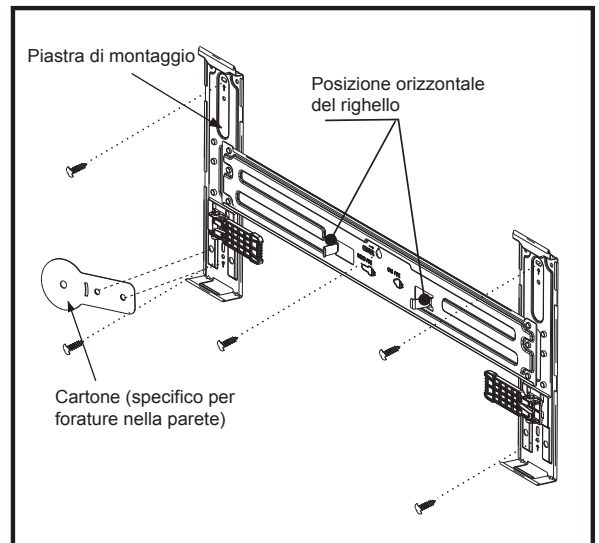

Fig. 1
- 6) Allineare i 2 fori del cartone con i 2 fori della piastra di montaggio come illustrato nella Fig. 1.
- 1) Decidere la posizione del foro per la tubatura secondo la posizione della piastra di montaggio (visualizzare la posizione e la dimensione del cartone come illustrato nella Fig. 1).
Nota: Se si dispone di un foro sul muro, è necessario allineare la parte rotonda del cartone al foro sulla parete. Allineare quindi i 2 fori della piastra di montaggio con i 2 fori di cartone (mostrati in fig. 1) per decidere la posizione di installazione per la piastra di montaggio.